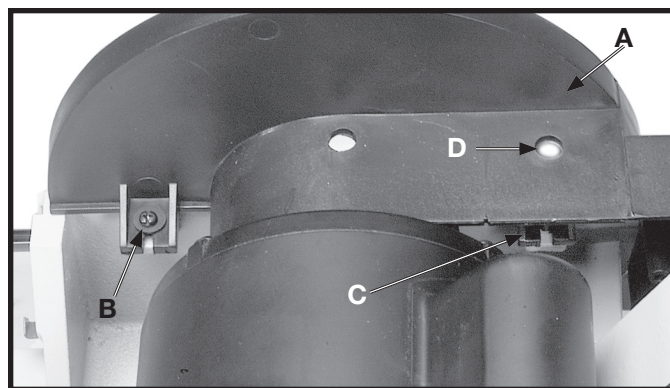

Fig. 5
2. Installer le dispositif de protection (A) fig. 5, en place sur le cadre de la ponceuse à disque et le fixer à l'aide de deux vis à tête cylindrique bombée M4 x 0,07 x 10 mm (B) et (C) et deux rondelles plates de 4,8 mm (3/16 po). **À CETTE ÉTAPE, NE PAS SERRER COMPLÈTEMENT LES VIS (B) ET (C). IL SERA NÉCESSAIRE DE RÉGLER LE DISPOSITIF DE PROTECTION À LA PLAQUE DE SUPPORT D'ABRASIF. REMARQUE :** l'accès à la vis (C) s'effectue par le trou (D) sur le dessus du dispositif de protection.